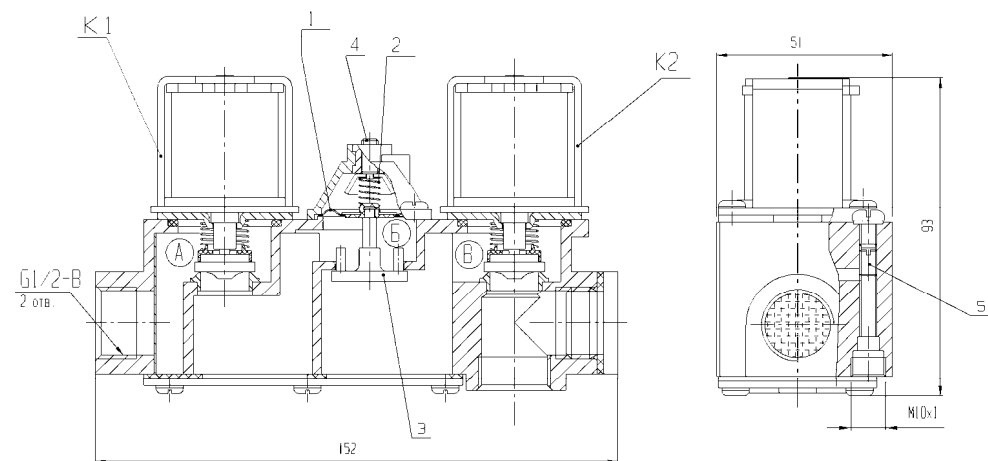
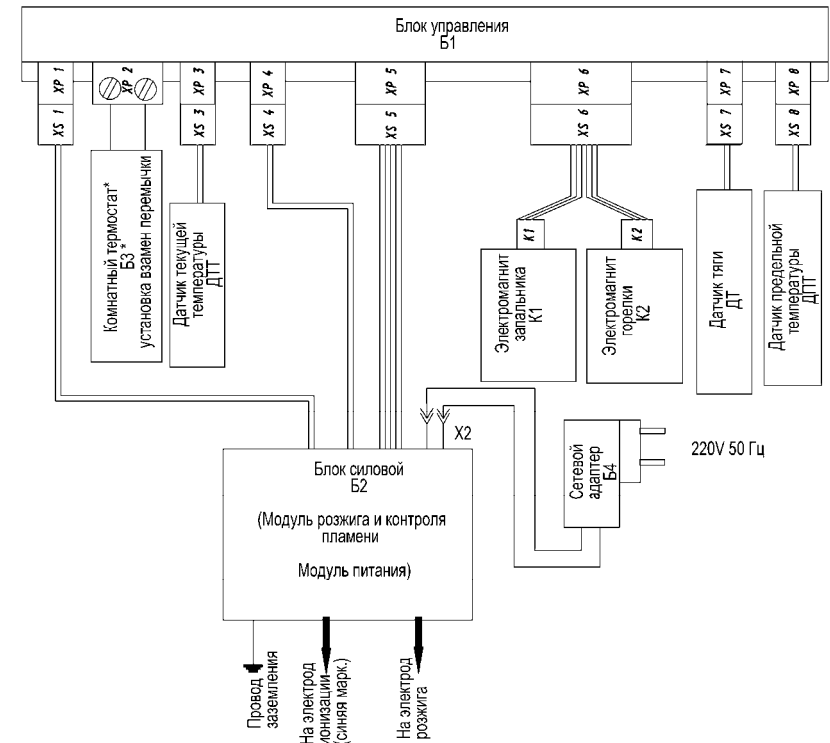

Рис.4 Устройство, габаритные и присоединительные размеры блока клапанов автоматики САБК-Э
Рис. 5 Схема электрическая соединений
Регулятор давления газа работает следующим образом (см. рис. 4):
- Проверьте и, в случае необходимости, замените батарейки питания в силовом блоке Б2 (см. рис.5)
- установить силовой блок (6), блок управления (4) и закрепить на предусмотренные крепёжные элементы котла;
- подсоединить жгуты к разъёмам блока управления (4) по схеме рис.5 согласно маркировке;
- произвести соединения жгутов между блоками и датчиками по схеме рис.5;
Установите элементы резервного питания в силовом блоке 6 (рис.1) с обеспечением полярности. Подсоедините штекер блока питания к силовому блоку (см. рис.5, X2). Вставьте блок питания БПС-3-0,5 в электрическую розетку ~220 В 50 Гц.
Переверните тумблер 2 (см. рис.3) на блоке управления Б1 в положение «ВКЛ.». На панели загорится индикатор «ПИТАНИЕ». Автоматика проведет самодиагностику подключений и начнет подавать импульсы зажигания на электрод розжига для воспламенения газозвушной смеси на запальной горелке. Одновременно подаётся напряжение на электромагнит запальника К1 газового блока (см.рис.4), который откроет клапан и пропустит газ по внутреннему каналу в корпусе к соплу запальной горелки. Газозвушная смесь на запальной горелке должна загореться.
9.3 При появлении пламени и обнаружении его ионизационным электродом, процесс искрообразования прекращается, индикатор «РОЗЖИГ» гаснет, индикатором «ЗАПАЛЬНИК» продолжает гореть. Подаётся напряжение на электромагнит основной горелки К2 блока клапанов (см.рис.4), который откроет клапан и газ поступит в
газогорелочное устройство (ГГУ). Котёл начинает отапливать помещение посредством периодического включения-выключения клапана К2 блока клапанов (см.рис.4), который открывается и пропускает газ в ГГУ для поддержания заданной температуры теплоносителя в котле (или при подключенном комнатном термостате Б3 (см.рис.5) по температуре воздуха в отапливаемом помещении).
Индикатор «ГОРЕЛКА/ОШИБКА» горит постоянно, когда открыт клапан К2 блока клапанов(см.рис.4).
Для того, чтобы температура воздуха в отапливаемом помещении поддерживалась точно, вне зависимости от погодных условий и теплопотерь, можно использовать комнатный термостат Б3. К разъему ХР2 (см.рис. 5) блока управления Б1 может быть подключен замыкающий контакт комнатного термостата Б3 взамен перемычки. Комнатный термостат может быть любой конструкции, как простой так и программируемый с суточными или недельными графиками температур, который формирует выходной сигнал в виде сухого контакта. Требования к размещению термостата указываются в документации на термостат. Если используется комнатный термостат, необходимо установить ручку регулятора температуры (7 см. рис.3) в положение 90 °С.